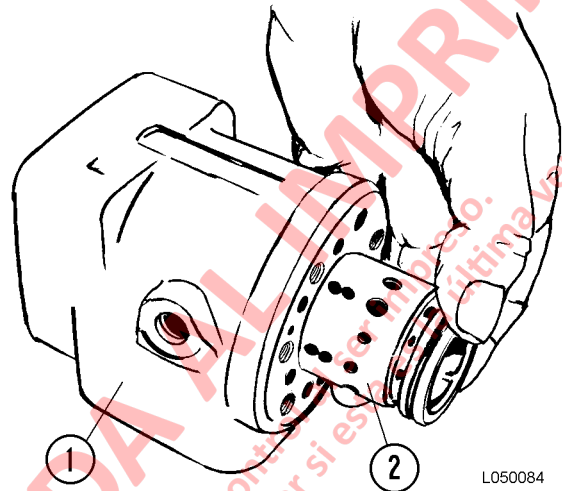

FIGURA 5-11. INSTALACIÓN DEL CARRETE
9. Posicione la unidad de control de dirección con la carcasa en posición horizontal. Lentamente guíe el carrete (lubricado) y la camisa con las piezas ajustadas dentro de la cavidad, aplicando leves movimientos de giro. Consulte Figura 5-11.